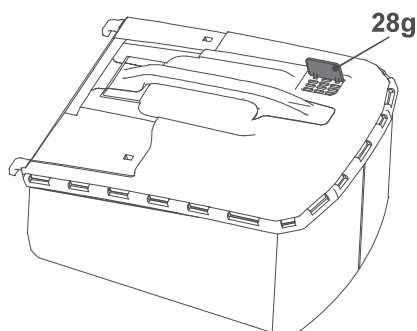

Fig. 15
1. Cuando la trampilla (28g) está abierta, el recogedor de hierba tiene suficiente volumen libre para recoger la hierba (Fig. 15).